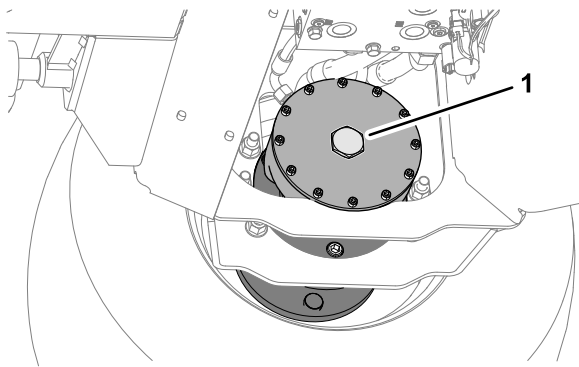

Bild 49
2. Montieren Sie die Sechskantschraube an die Motorendplatte (Bild 49).
6. Verstauen Sie die beiden Schrauben, (12 x 40 mm) und Beilagscheiben (12 mm) in den Stützschiene der Plattform (Bild 49).